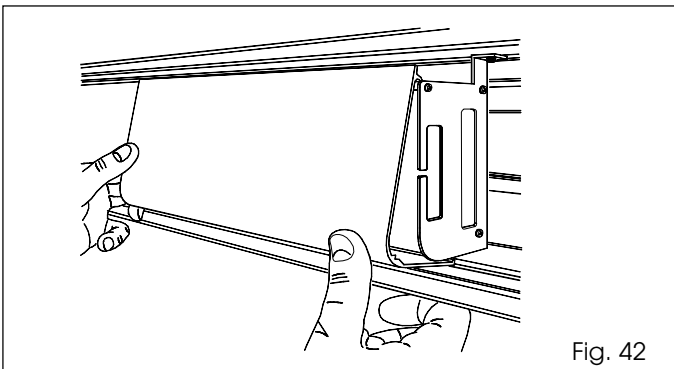

Fig. 42
- Om hem terug te plaatsen, moet hij aan de bovenkant worden vastgehaakt en worden aangedruwd zoals op fig. 42.